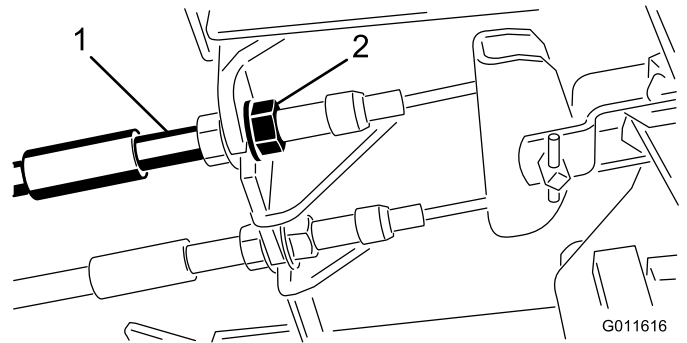

Figure 55
1. Pour réduire la garde aux pédales de frein, serrez les freins en desserrant l'écrou avant sur l'extrémité filetée du câble de frein (Figure 55).